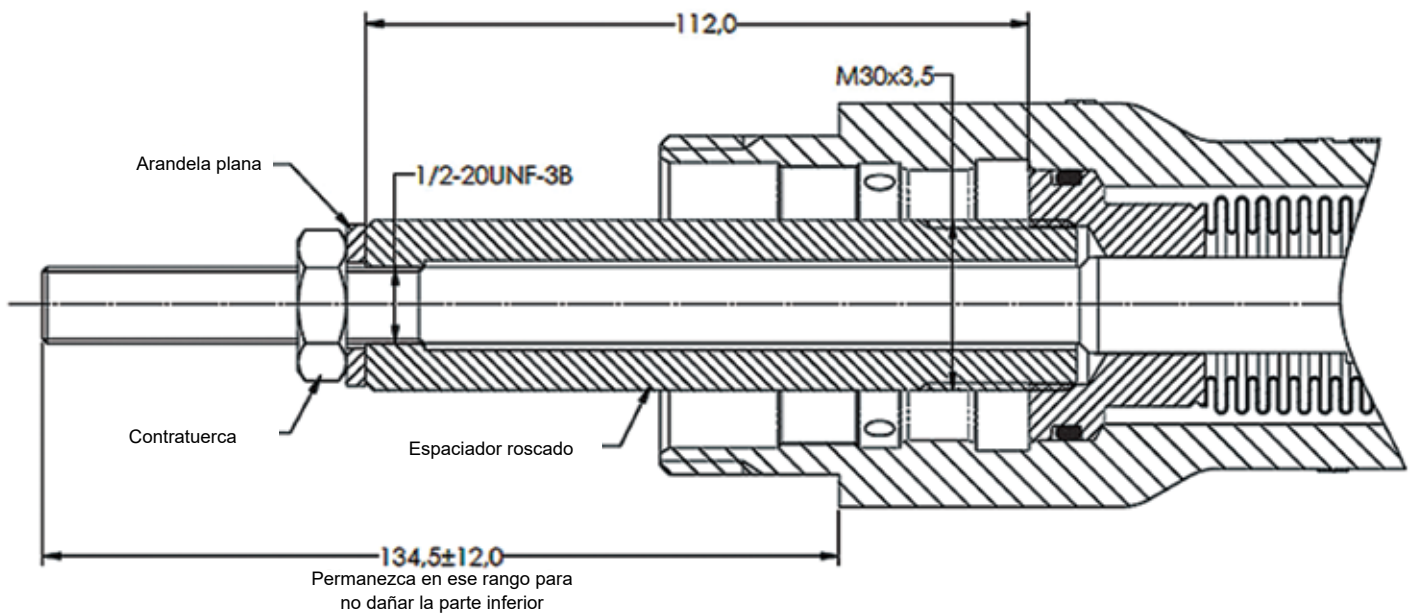

Figura 14 - Herramientas de extracción del subensamblaje de fuelle y vástago
- Retire el subensamblaje del fuelle del vástago (B124) por la parte superior de la extensión del casquete (B007). Utilice las herramientas que se muestran en la Figura 14 en página 22 para evitar dañar/romper el fuelle durante el desmontaje.
- Inserte el nuevo subensamblaje del fuelle del vástago (B124) a través del orificio superior en la extensión del casquete (B007). Utilice las herramientas que se muestran en la Figura 14 en página 22 para evitar dañar/romper el fuelle durante el montaje.